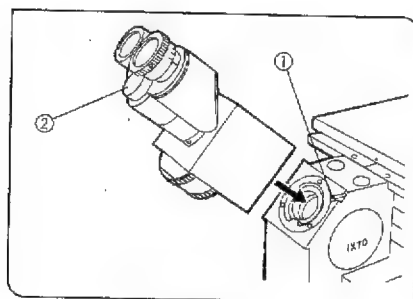

図 38
(図38, 39, 40, 41)
(図38, 39)
- 1) 鏡筒取付部の鏡筒固定ねじ①を六角ドライバでゆるめます。(図38)
- 2) 鏡筒取付部に、鏡筒の丸アリを眼幅目盛数字②が正しい向きに見えるように装着し、鏡筒固定ねじで確実に固定します。(図38)
- ③通常は机上面からアイポイントまで約430mmですが、アイポイントの位置を下げたい時は、鏡筒を180°回転させて取付けることができます。